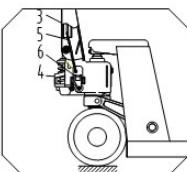
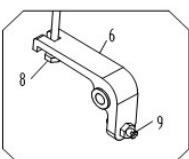

fig. 2
fig. 4
Ver fig. 2. Pase la cadena 4 de la empuñadura por el orificio central del pasador 2.
Coja la tuerca que está en el extremo de la cadena 5 y engáñchela en la ranura de la placa de la palanca 6. Ver fig. 2 y fig. 4.
1. Localice el tornillo 9 (ver fig. 4).